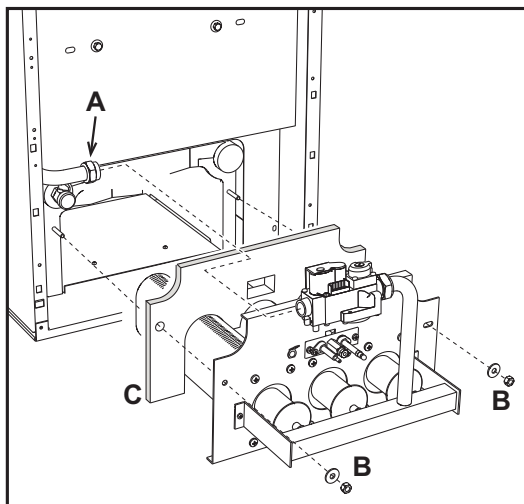

fig. 21 - Desmontaje de los quemadores
- Desenroscar las dos tuercas "B" que fijan la puerta de la cámara de combustión a los elementos de fundición de la caldera (fig. 21).